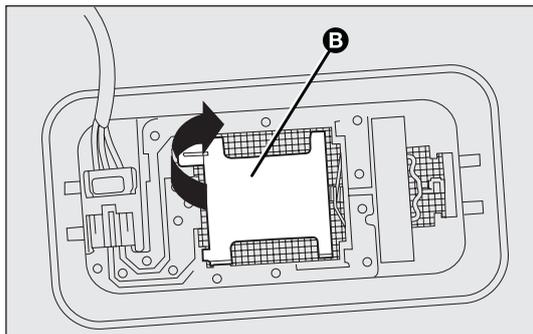

fig. 169
- ❑ aprire la copertura B-fig. 169 come indicato;
- ❑ richiudere la copertura B-fig. 169 e fissare la plafoniera nella propria sede accertandosi dell'avvenuto bloccaggio.